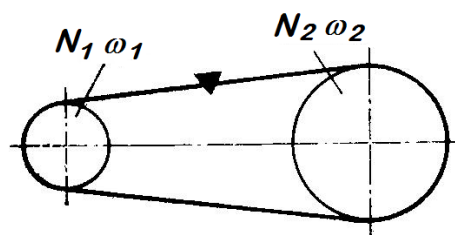

Рис. 12
2. Рассчитать клиноременную передачу (рис. 12). Передаваемая ведущим шкивом мощность  $N_1$ , угловая скорость его  $\omega_1$  и угловая скорость ведомого шкива  $\omega_2$  приведены в табл. 11. Расстоянием между центрами шкивов, а также режимом работы передачи задаться.